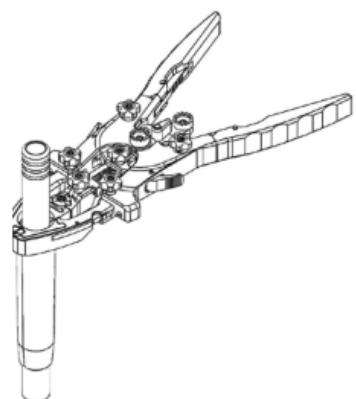

Figura 8
- Far scorrere le lame del divaricatore attorno all'**introduttore nero** (ML-0518), quindi far scorrere il divaricatore sul **dilatatore da 18 mm** (Figura 8). L'introduttore aiuterà a posizionare agevolmente il divaricatore sopra il **dilatatore da 18 mm**. Una volta che le lame sono innestate sopra il **dilatatore da 18 mm**, sarà possibile rimuovere l'**introduttore nero**.